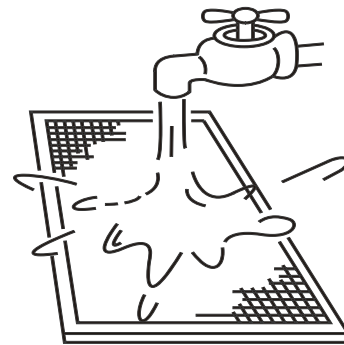

Рисунок 14.3
- б. Во время чистки водой приточная сторона фильтра должна быть направлена вниз (см. рисунок 14.3).